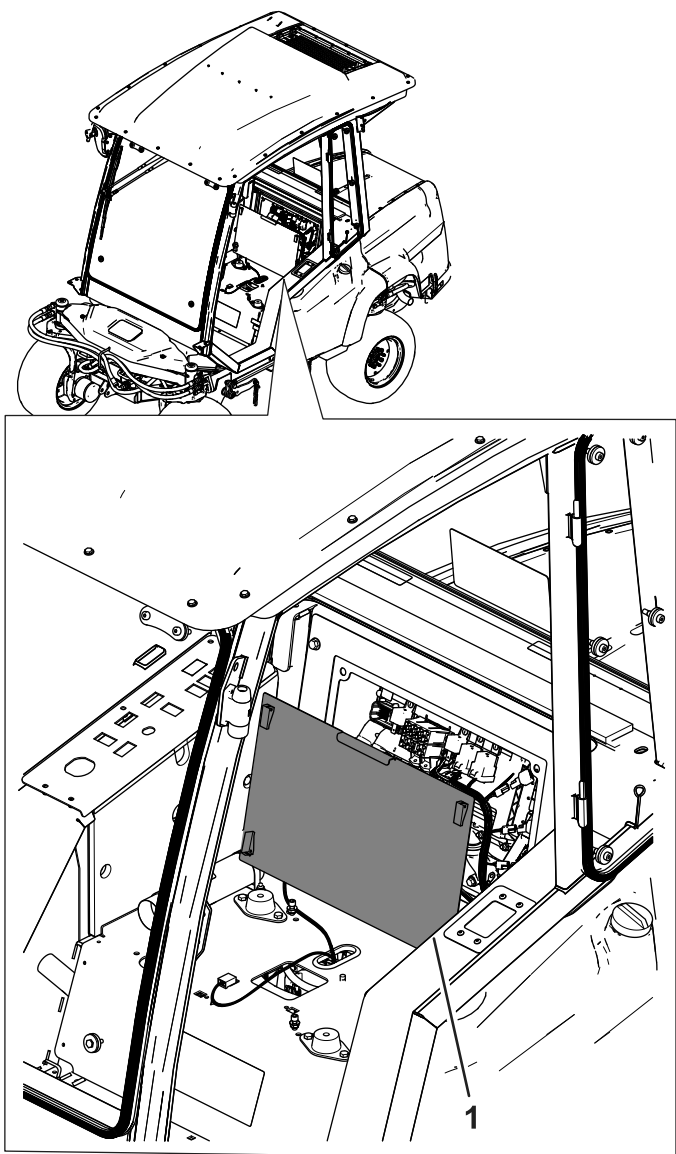

Рисунок 1
3. Отклоните задний кожух вперед или снимите его, чтобы получить доступ к проводам (Рисунок 1 или Рисунок 2).